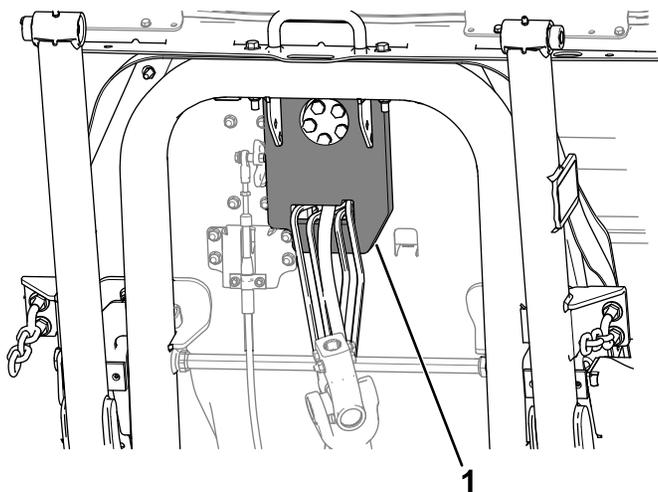

図 5
5. 下側ステアリングプラグを **図 5**に示すように取り付ける。上側ステアリングプラグにきっちり貼り付けること。